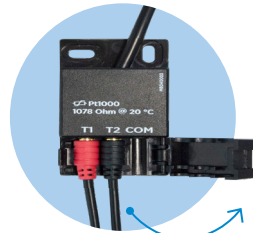

Abb. 6. Anschlussblock der Sensoren T1 und T2
- Anschließend mit dem im Set enthaltenen Anschlussblock gemäß Abb. 6 verbinden.